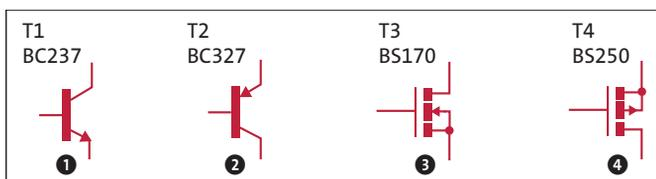

Abbildung 3.18 Schaltbilder für Transistor und FET
Kommen wir zum praktischen Teil und betrachten wir die Schaltbilder in Abbildung 3.18. Der Pfeil am Emitter des Bipolartransistors zeigt, ob es sich um einen npn-Transistor ❶ oder um einen pnp-Transistor ❷ handelt. Beim FET zeigt die unterbrochene Strecke zwischen Drain und Source, dass der Kanal nicht selbstleitend ist (selbstsperrender bzw. Enhancement-Typ). Den selbstleitenden FET (Verarmungstyp bzw. Depletion Type) habe ich hier nicht betrachtet. Der Pfeil am Gate kennzeichnet die Dotierung des Kanals (n-Kanal ❸, p-Kanal ❹).